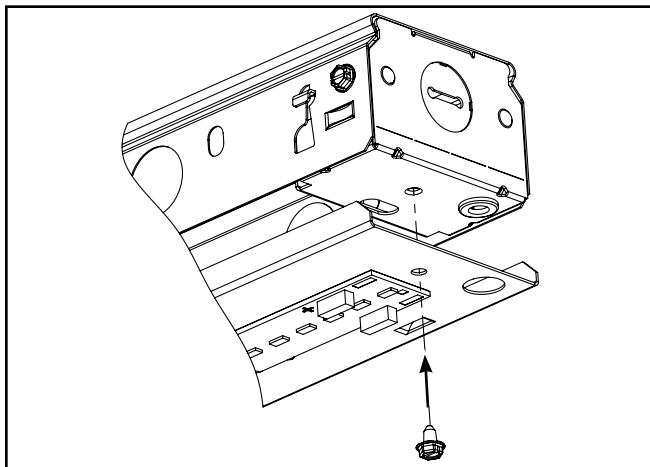

Figura 1.
2. Instale la cubierta del canal con los tornillos provistos (Figura 1.).